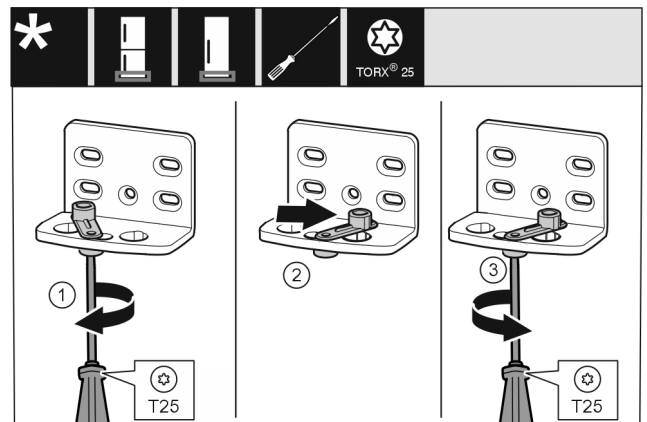

Fig. 15
- Schraube Fig. 15 (1) mit Schraubendreher lose schrauben.
- Türschließhilfe Fig. 15 (2) anheben und um 90° nach rechts in Bohrung drehen.
- Schraube Fig. 15 (3) mit Schraubendreher festschrauben.